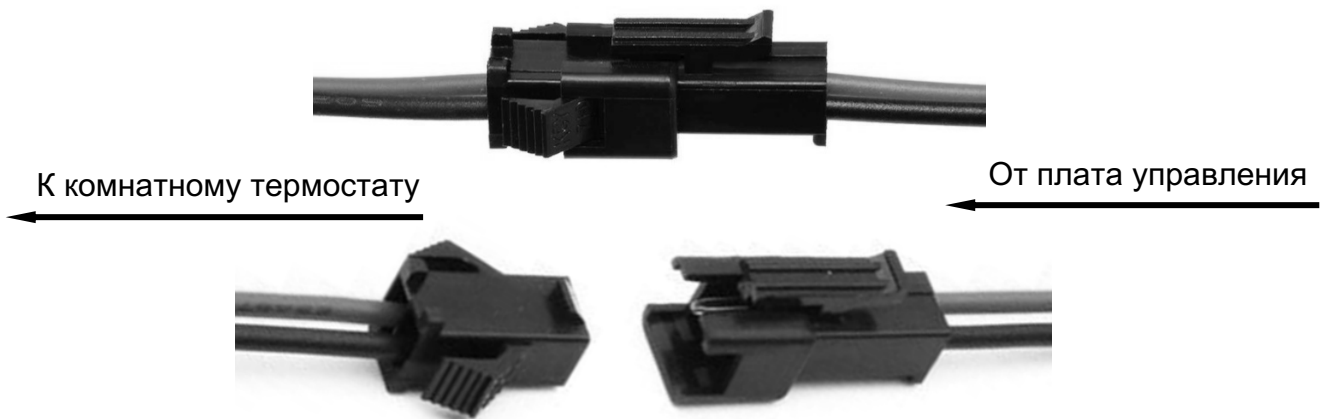
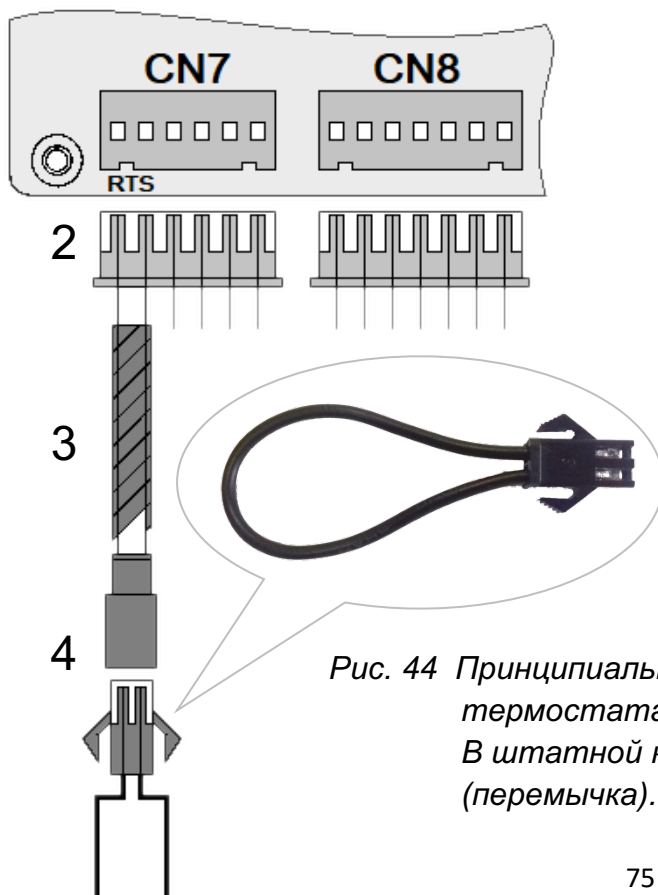

Рис. 43 Двухконтактный коннекторный разъём «папа-мама».
Рис. 44 Принципиальная схема подключения комнатного термостата (опция) к плате управления котлом. В штатной комплектации котла стоит шунт (перемычка).
Данный коннекторный разъём подсоединён к двум электропроводам коричневого и чёрного цвета (См. Рис. 43) в электроизоляционной трубке. Электропровода присоединены к штекерному гнездовому разъёму **CN7** «мама», который присоединяется к штекерному штырьковому разъёму **CN7** «папа», расположенному на плате управления котлом (См. Рис. 44).
- Отсоединяем двухконтактный разъём «мама» с шунтом (перемычкой) от разъёма «папа» (См. Рис. 43). Разрезаем перемычку на разъёме «мама» строго посередине.
- Обрато подключаем двухконтактный коннекторный разъём «мама» к разъёму «папа» (См. Рис. 43)
- Отсоединяем двухконтактный коннекторный разъём «мама» с шунтом (перемычкой) от разъёма «папа» (См. Рис. 43).